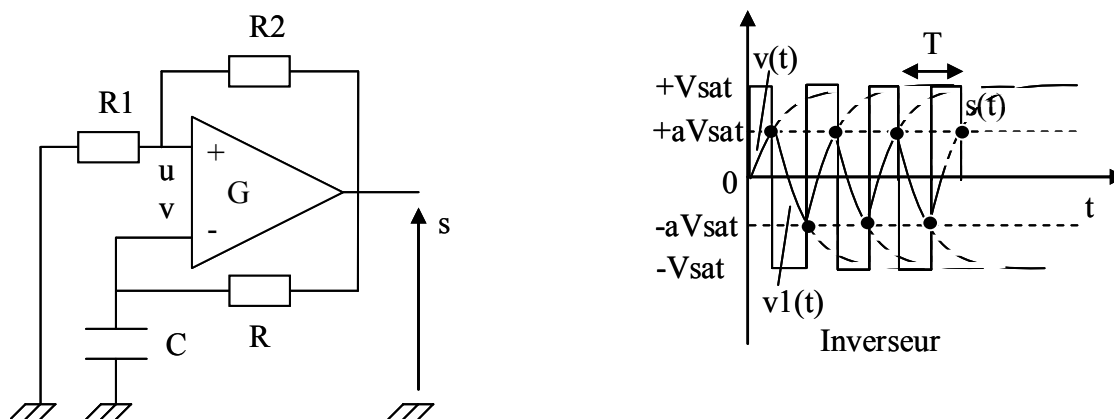

Figure 3 :
3.1 Soit le montage de la figure 3. Ecrire l'équation différentielle générale $v(t)=f(s(t))$.
3.3 Retrouver les expressions de $v(t)$ et $v1(t)$ correspondant au chronogramme (figure 3).